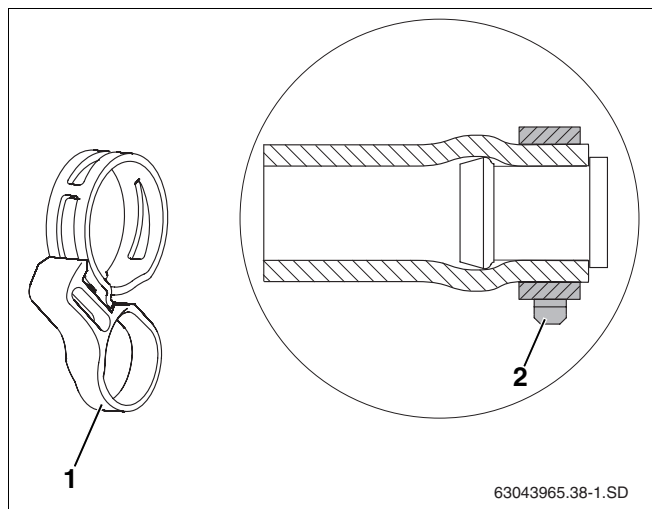

Рис. 17 Пружинный хомут с фиксирующим кольцом, установленный на заглушку
- Правильное положение пружинного хомута (рис. 17, поз. 2) нужно обеспечить непосредственно перед затяжкой фиксирующего кольца (рис. 17, поз. 1). Последующее ослабление плоскогубцами может повлиять на зажимное усилие.